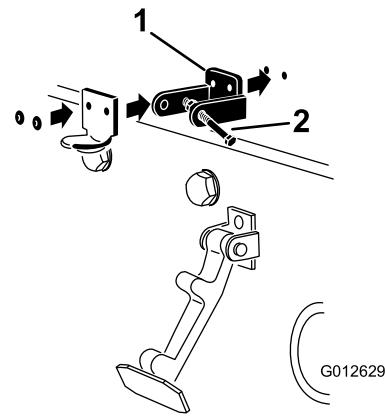

Рисунок 4
5. Приклепайте кронштейны и шайбы к капоту (Рисунок 4).
3. Выравнивая монтажные отверстия, поместите стопорный кронштейн стандарта СЕ и кронштейн фиксатора капота на капот. Стопорный кронштейн должен быть прижат к капоту (Рисунок 4). Не снимайте болт с гайкой в сборе с рычагом стопорного кронштейна.